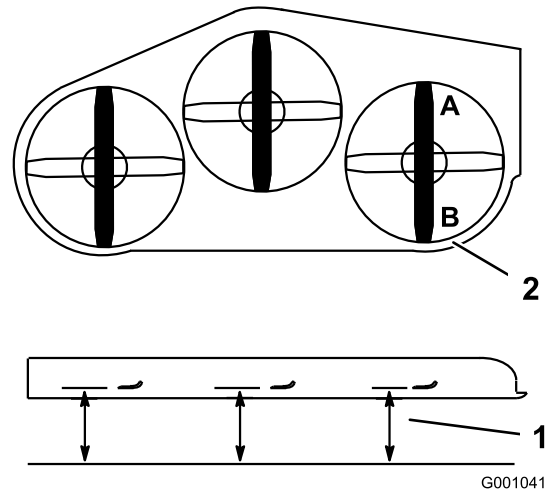

Figure 75
- Tournez une lame dans le sens longitudinal. Mesurez la distance aux points **A** et **B** entre une surface plane et le bord coupant des pointes des lames (Figure 75).